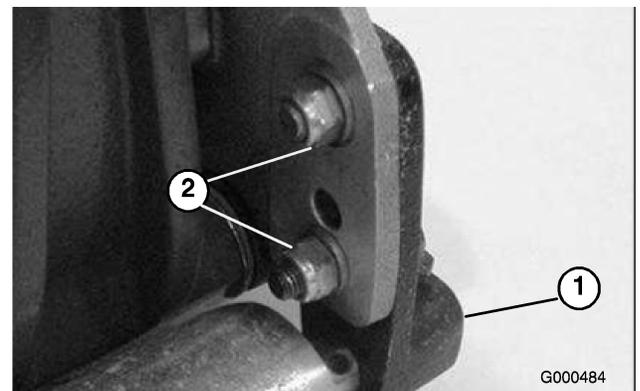

図 47
4. 右側ローラ・ブラケットをカuttingユニットのサイド・プレートに固定しているロックナットをゆるめる（図 47）。